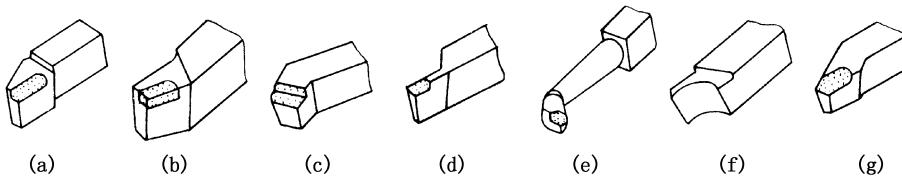

图 2-12 常用车刀
(1) 车刀种类。按不同的用途可将车刀分为外圆车刀、端面车刀、切断刀、内孔车刀、成形刀和螺纹车刀等(图2-12)。